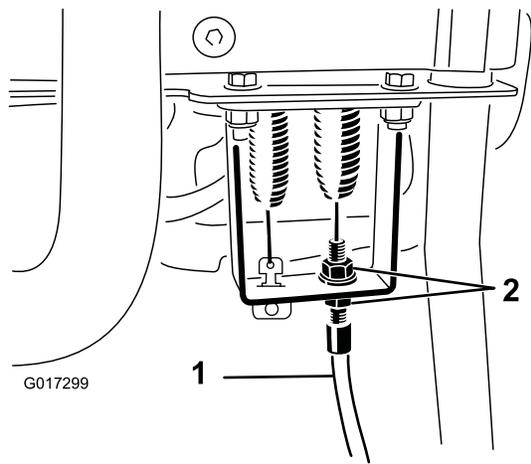

Figura 45
4. En el soporte de pasamuros de la palanca de control, afloje el cable de control del molinete hasta que haya holgura en el cable (Figura 45).